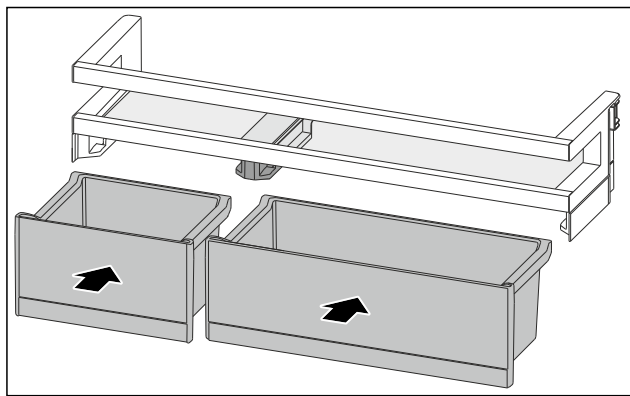

Fig. 90
- Inserire i VarioBox in posizione scambiata. (vedere Fig. 90)